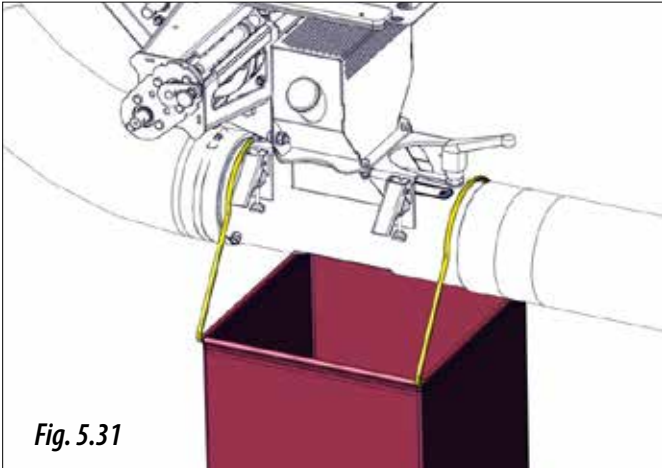

Fig. 5.31
- 4.A.3-** Colocar el saco suministrado o un recipiente debajo de la salida del inyector venturi (Fig. 5.31).